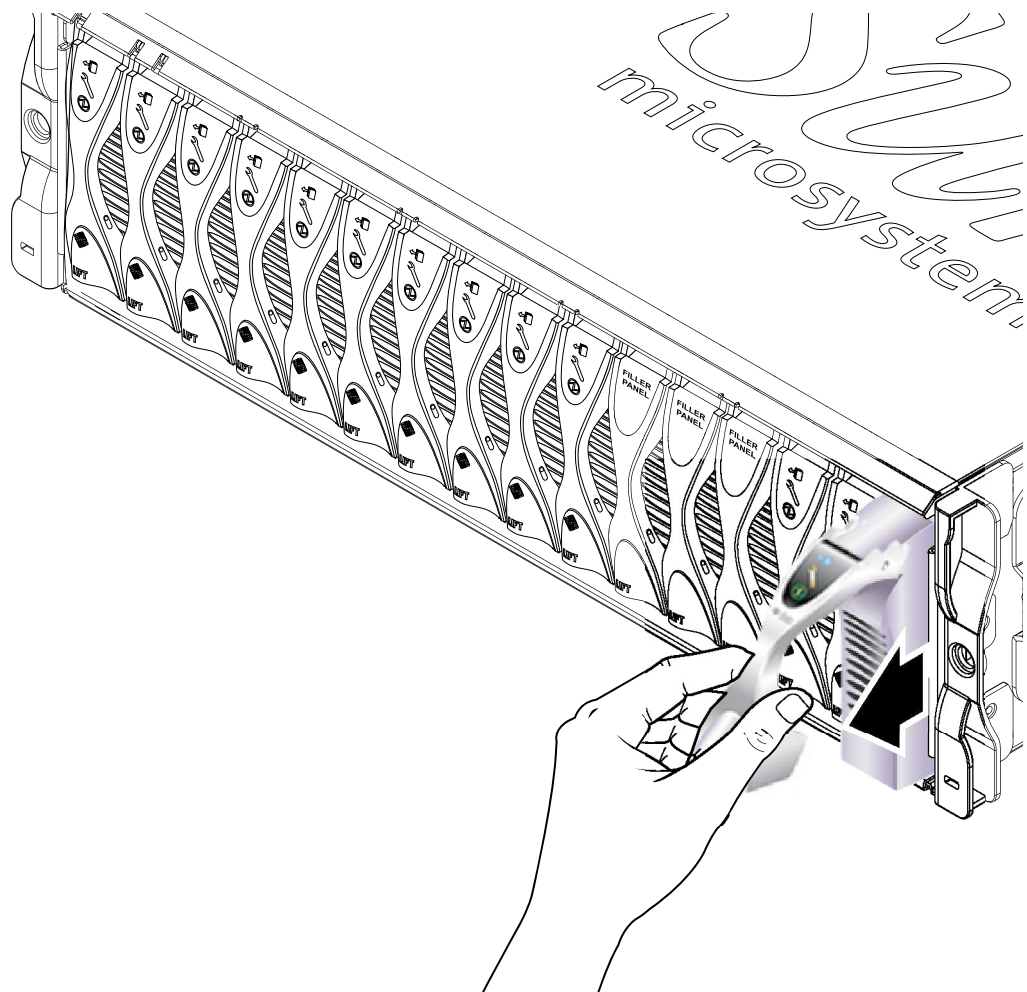

図 4-2 ブレードの排出
2. ブレードレバーを正面側に持ち上げると、レバーが外れて、システムシャーシからブレードが少し排出されます (図 4-2)。